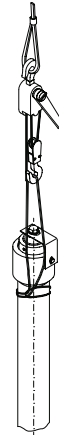

Fig. 1 Elevación del cilindro en posición vertical
- Si se eleva el cilindro en vertical el émbolo deberá dirigirse hacia arriba y los cables de elevación deberán atarse al cilindro, y no al émbolo (ver Fig. 1) (ver tablas de peso en las págs. D840M3L.085 o D840M3L.086 o D840M3L.087).